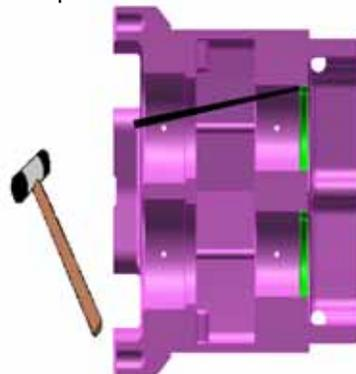

Figura 53 – Removing Rear Oil Seals from Gearbox
14. Saca y Bota sellos de aceite del caja engrnaje, Figura 53.